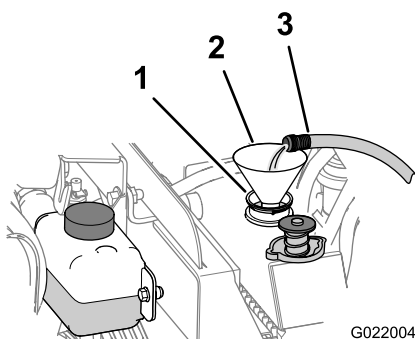

Рисунок 142
- В. Заполните радиатор чистой водой (Рисунок 142).